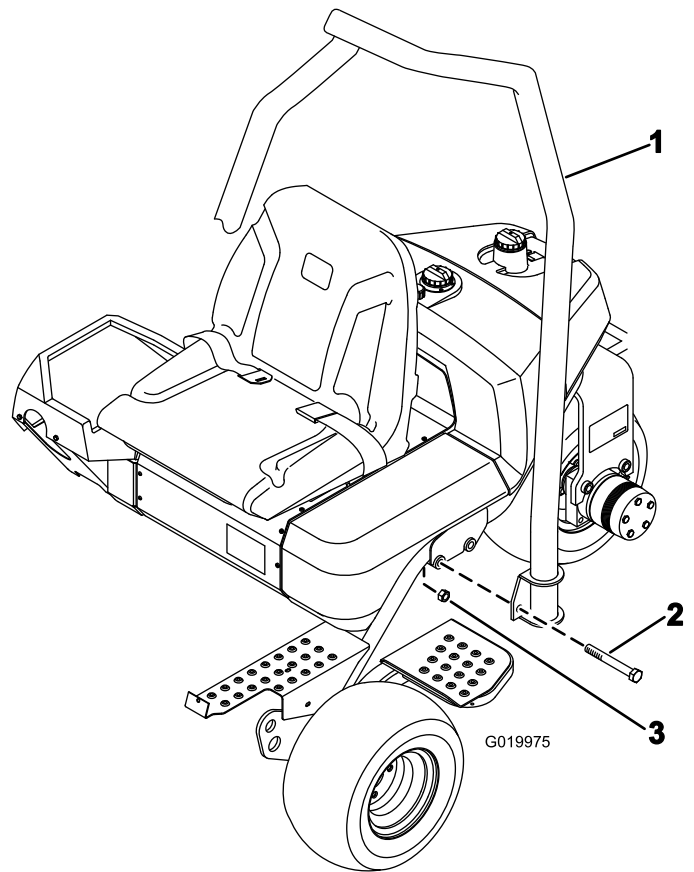

図 7
1. ROPS の上部の湾曲部が機体の前方を向くようにROPSを配置する（図 7）。
2. ROPS をフレームの上に降ろし、取り付け穴に整列させる（図 7）。
3. ROPS の左右それぞれをフレームに固定する；ボルト（2本）（5/8 x 4-1/2 インチ）と、ロックナットを 図 7 のように使用する。183-223 N-m (18.7-22.8 kg.m=135-165 ft-lb) にトルク締めする。